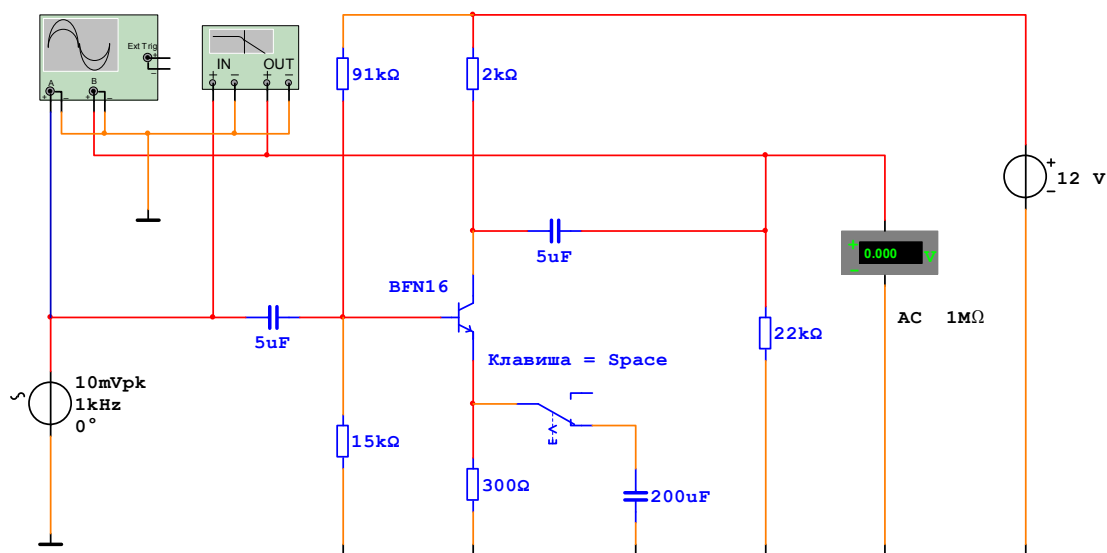

Рис. 7.1
7.2.1. Соберите схему для исследования транзисторного усилителя с возможностью подключения отрицательной обратной связи (ООС) по току, приведенную на рис.7.1. Верхнее положение переключателя «Space» (управляется клавишей «Пробел»), соответствует включенной ООС, нижнее - отключенной.